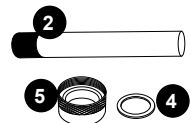

Figure 7
5. Retirez l'écrou de compression du joint de quartz (5) en le tournant dans le sens **anti-horaire**, Figure 5. Utilisez une paire de pinces multiprises si nécessaire, Figure 6. Vous remarquerez qu'une rondelle de compression en acier inoxydable (4) glisse sur le tube de quartz. Conservez la rondelle (4) pour une utilisation ultérieure, Figure 7.